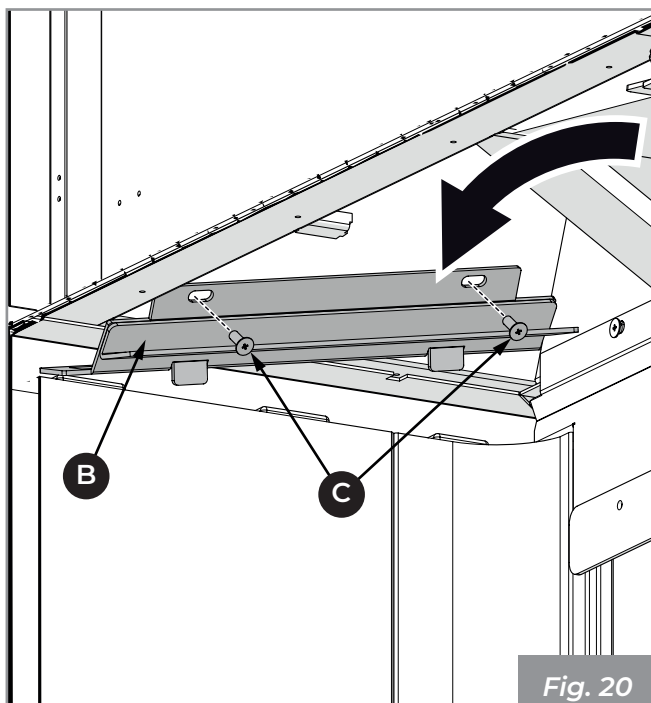

Fig. 20
- 2) Bloquer le panneau réfractaire avec le support (B) en ayant soin d'insérer les trous dans les saillies et en le fixant avec les vis (C) (Fig. 20).
- 3) Procéder de la même façon du côté opposé (les modèles **MX R** et **MX L** contiennent seulement le coude et le support supérieur (B - Fig. 20) en raison de la présence de la vitre latérale).